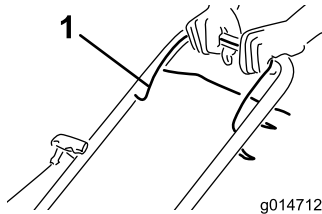

Figura 15
1. Sujete la barra de control de la cuchilla (Figura 15) contra el manillar.